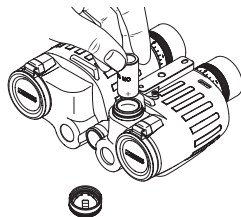

Abb. 5
2. Die Batterie mit dem Pluskontakt voran (entsprechend der Symbole im Batteriefach) in das Batteriefach einlegen, siehe Abb. 5.